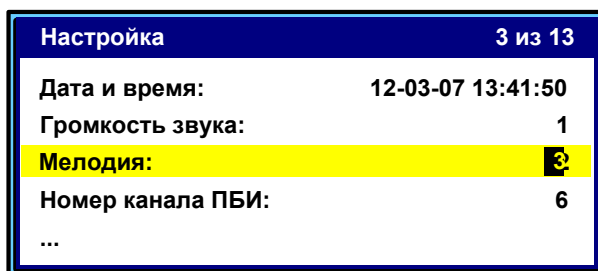

Рисунок 33 – Режим корректировки номера мелодии
4.10.8.1 В режиме ожидания нажать клавишу **«*»** и выбрать пункт меню **«Настройка»** → **«Мелодия»** и нажать клавишу **«Режим»**. Аппарат переходит в режим корректировки номера мелодии, звучащей по завершении испытания (см. рисунок 33).